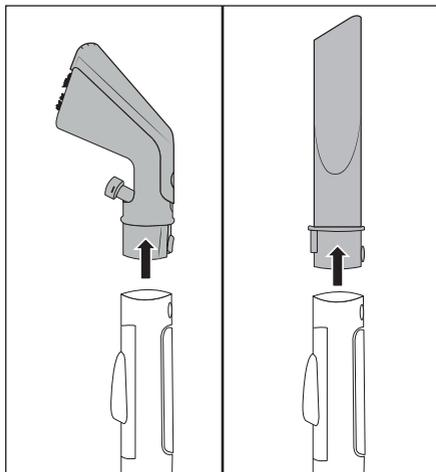

Fig. 8
- ◆ Premere il tasto di blocco **25/32** e staccare la bocchetta per imbottiture **22** o la bocchetta per giunti **29** dal flessibile di spruzzo/aspirazione **19** (vedere fig. 8).